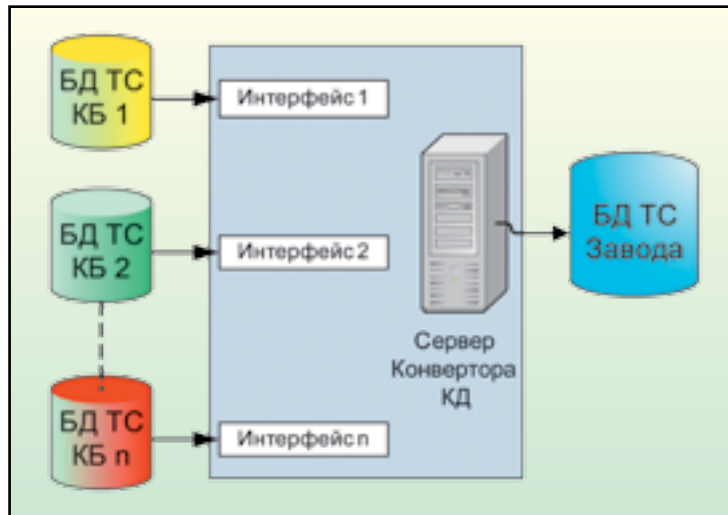

Рис. 2. Передача информации с разными моделями данных Teamcenter
В ситуации, когда использовать Multisite не представляется возможным, но оба участника обмена информацией используют Teamcenter, существует возможность использовать конвертацию данных из одной модели в другую. Исходя из опыта ЛАНИТ, такое решение задачи получается “тяжелым” для отечественных предприятий, особенно если учесть тот факт, что речь идет не о разовой загрузке информации из одной БД в другую, а о постоянном процессе обмена изменениями в КД. Для реализации такой задачи компания ЛАНИТ разработала программное обеспечение, средства администрирования которого позволяют настроить интерфейс к любому количеству участвующих в обмене сайтов Teamcenter (рис. 2).
1. если завод работает с несколькими разработчиками КД (как изображено на рис. 2) и у каждого из этих разработчиков имеется своя модель данных PDM;